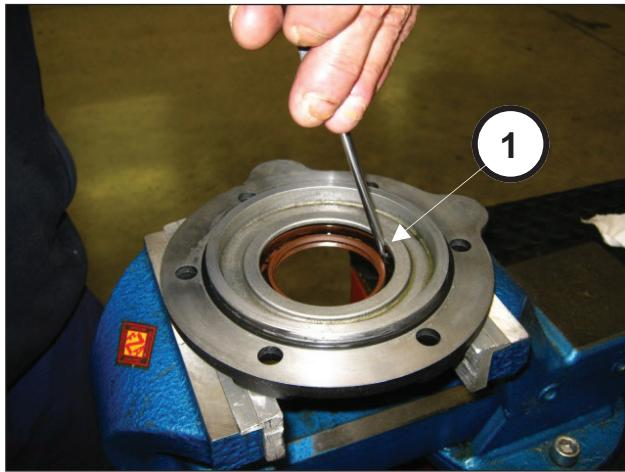

图 9
从链轮盖的内侧（位置①，图 9）操作，将油封从链轮盖中拔出。